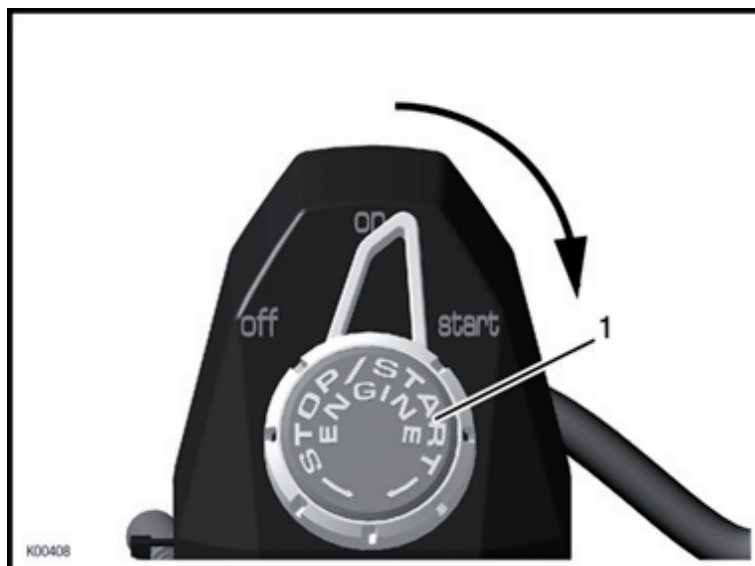

Fig. 7
- ➔ Tournez le commutateur sur «START», le démarreur électrique est activé. Maintenez le commutateur dans cette position jusqu'à ce que le moteur démarre (Fig. 7).